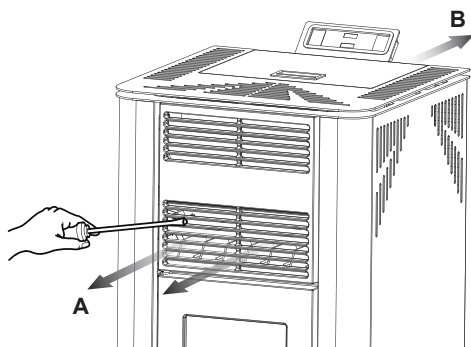

Fig. 7.9
Una è quella di riscaldamento della stanza in cui è posizionata la stufa Fig. 7.9 (A) attraverso le griglie frontali o superiori (in base al modello). L'altra è quella che permette di riscaldare anche ambienti distanti dalla stufa Fig. 7.9 (B) predisponendo un impianto di canalizzazione dell'aria.
Una es la de la calefacción de la habitación donde está colocada la estufa Fig. 7.9 (A) por medio de rejillas frontales o superiores (dependiendo del modelo). La otra es la que permite calentar también ambientes alejados de la estufa Fig. 7.9 (B) disponiendo una instalación de canalización del aire.
One is for heating the room where the stove is installed, Fig. 7.9 (A) through the front or top grills (according to the model). The other is used to heat other rooms away from the stove, Fig. 7.9 (B), through a system of air ducts.